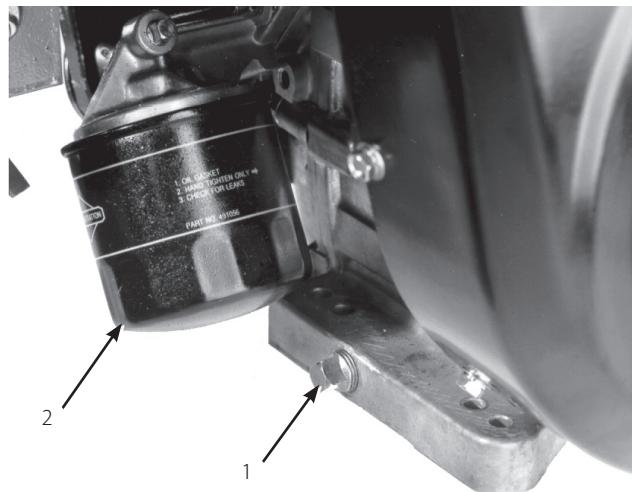

図34
1. ドレン・プラグ (図34) を外し、排出されるオイルを廃油受け容器に回収する。オイルが抜けたらドレン・プラグを取り付ける。
2. オイル・フィルタ (図34) を取り外す。新しいフィルタのガスケットに薄くエンジン・オイルを塗る。